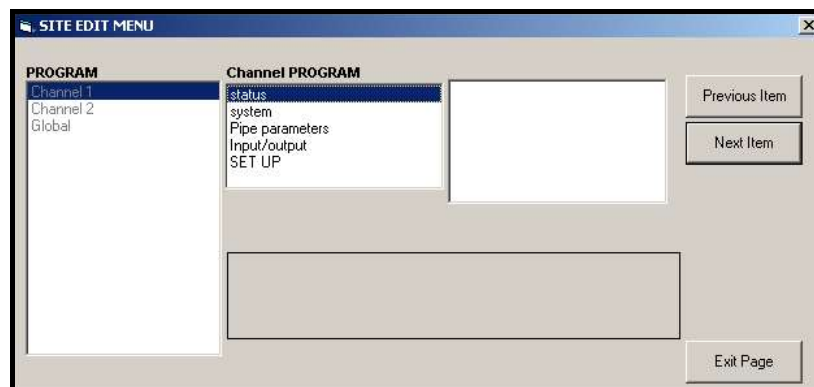

Figura 41: Ventana del menú de edición del sitio
3. Para introducir datos en el programa de usuario, haga doble clic en el *menú de edición del sitio*. La ventana aparece de forma similar a la *Figura 41*.
4. Para entrar en el menú Canal 1, Canal 2 o Global, resalte y haga doble clic en el menú deseado en el panel izquierdo. Por ejemplo, al hacer clic en el canal 1 en la *Figura 41*, se abre la lista de opciones que se muestra en el panel central.
PanaView volverá al menú de Programación de canal (véase *Figura 41 en la página 76*). Proceda a la opción Sistema.
- Si no está utilizando Flujo másico, PanaView volverá a la ventana del programa del canal que se muestra en la *Figura 41 en la página 76*. Proceda a la Opción de tubería.
PanaView volverá a la ventana del programa de canales que se muestra en *Figura 41 en la página 76*. Proceda a la Opción de tubería en la página siguiente.